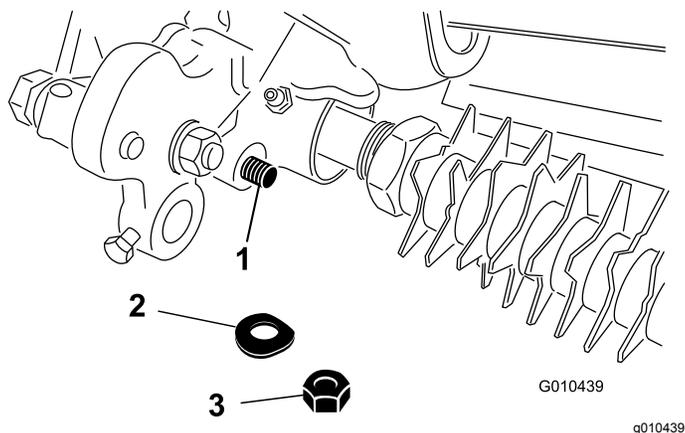

Figura 28
3. Remova a porca de bloqueio e anilha Belleville que prende a extremidade da barra do conjunto do braços da altura de corte ao conjunto da transmissão do rastelo (Figura 28).